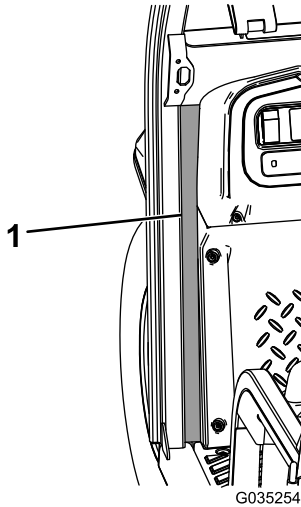

Bild 15
12. Entfernen Sie das Trägermaterial von Schaumstoffdichtungen vorne rechts und vorne links und bringen Sie die Dichtungen an der Maschine an (Bild 15).